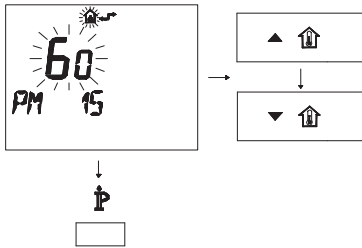

Fig. 5.52
- Modificare il SET programmato agendo sui pulsanti \blacktriangle \updownarrow o \blacktriangledown \updownarrow fino a visualizzare un **set di 60**, aspettare che il numero programmato cominci a lampeggiare (Fig. 5.52).